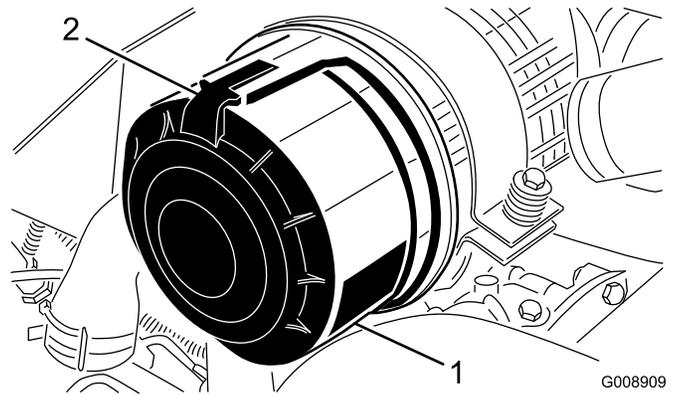

Figure 87
1. Desserrez les attaches qui fixent le couvercle sur le boîtier du filtre à air (Figure 87).